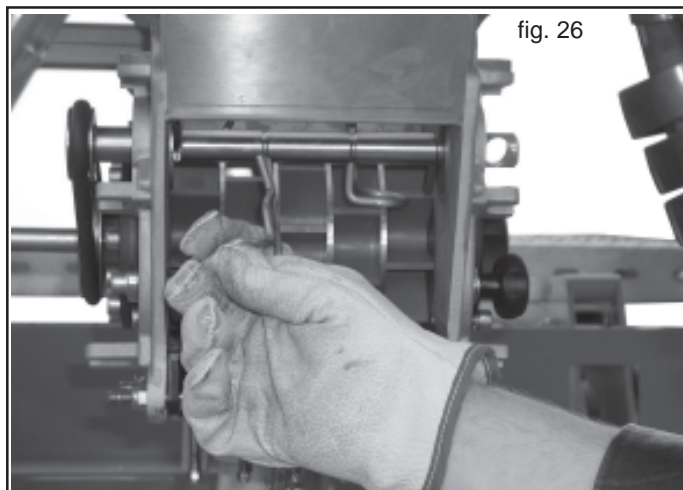

fig. 26
- Herausnehmen der mittleren Rührfinger (Abb. 26).